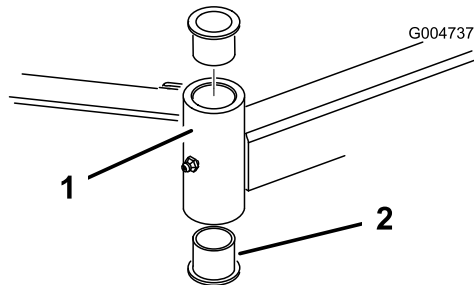

Figura 28
4. Inserite un punteruolo nella parte superiore o inferiore del tubo di fissaggio, e spingete la boccola fuori del tubo (Figura 28). Estraete dal tubo anche l'altra boccola. Pulite l'interno dei tubi di fissaggio.